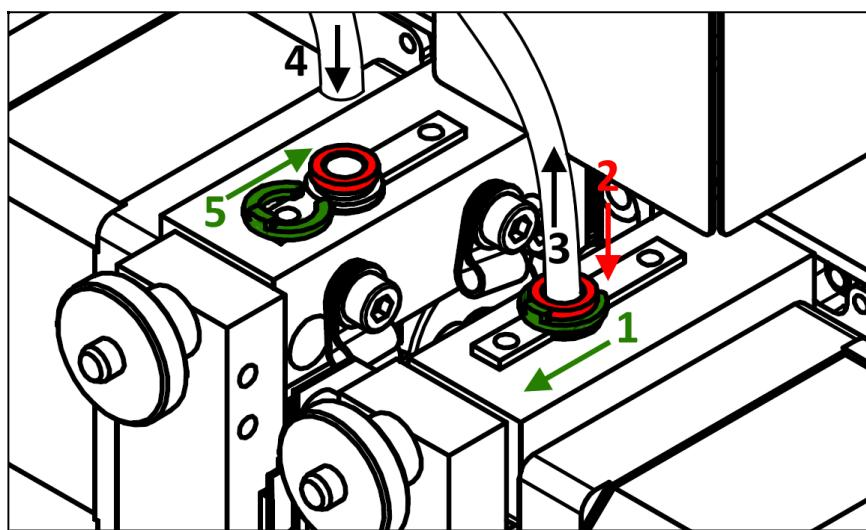

Рис. 59 Снятие трубы подачи материала с экструдера
2. Вытянуть С-образный замок (рис. 59, шаг 1) из соединителя трубы.
3. Надавить на замок соединителя трубы (рис. 59, шаг 2) и одновременно снять трубку подачи с ее соединителя, потянув за нее вверх (рис. 59, шаг 3).
5. Проталкивать трубку подачи обратно в отверстие соединителя трубы, пока не почувствуется сопротивление – примерно на 2 см (рис. 59, шаг 4), а затем вставить С-образный замок (рис. 59, шаг 5).
3. Вытянуть трубку подачи материала из экструдера (см. выше, Случай 3, рис. 59)